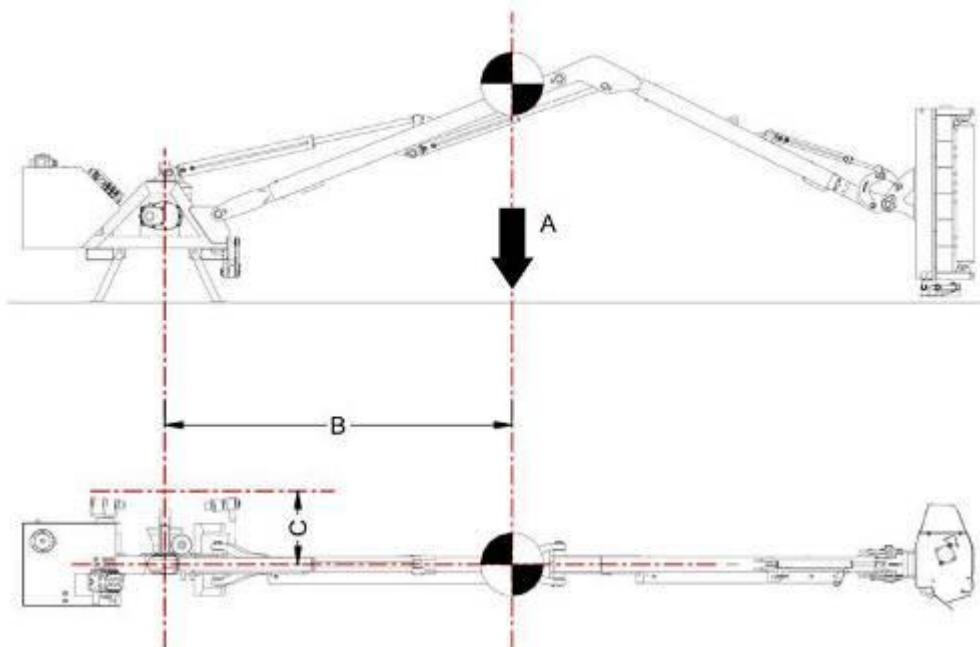

РИС. 4.3
- Перед присоединением мульчера к трактору убедитесь, что опрокидывающий момент стрелы соответствует допустимым значениям трактора. РИС. 4.3 показывает, как вес и расположение центра тяжести мульчера с полностью вытянутой стрелой соотносятся с центральной осью трактора. Данные проведены в ТАБ. 4. the weight